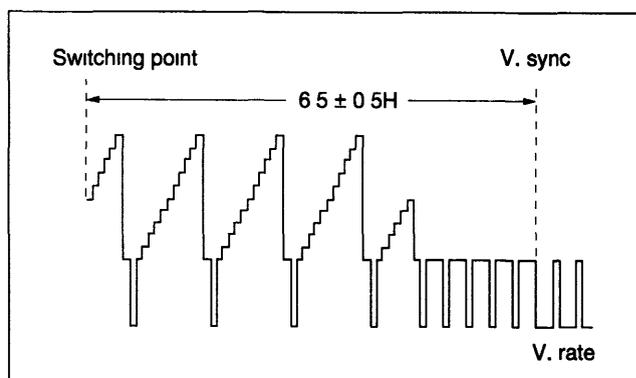

Fig 3-2-2 Ponto de Chaveamento PB
- (1) Reproduza o sinal escala de cinza da fita de alinhamento
- (2) Conecte um osciloscópio ao TERMINAL VÍDEO OUT e o trigger externo no TP111 (borda negativa).
- (3) Pressione a tecla "O" da unidade "presetting"
- (4) O ajuste é feito automaticamente. Uma vez feito, o VCR vai para o modo STOP
- (5) Reproduza a fita de alinhamento novamente, confirme o ponto de alinhamento (Veja Fig 3-2-2).